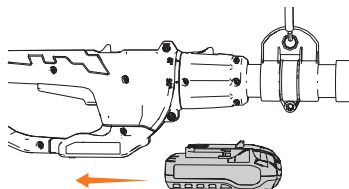

Рис. 9
1. Установите аккумуляторную батарею в разъем рукоятки изделия до щелчка (Рис. 9).